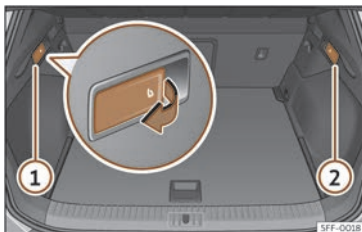

Fig. 98 No maleteiro: pancas para desbloquear o respaldo do asento traseiro.
- Tire da panca de desbloqueio a distancia da parte esquerda >>> **fig. 98** ① ou dereita ② do respaldo no sentido da frecha. A parte desbloqueada do respaldo traseiro abátese automaticamente cara adiante.